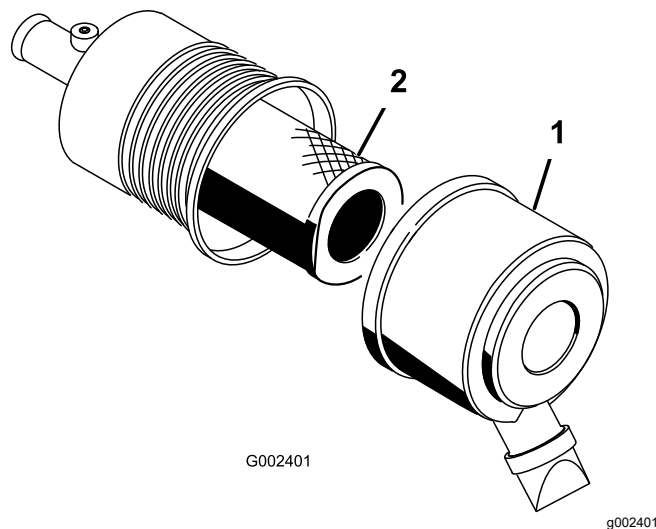

Figura 50
2. Abra los enganches que sujetan la tapa del limpiador de aire a la carcasa del limpiador de aire (Figura 50).
3. Retire la cubierta de la carcasa del limpiador de aire (Figura 50).
5. Retire y cambie el filtro (Figura 50).